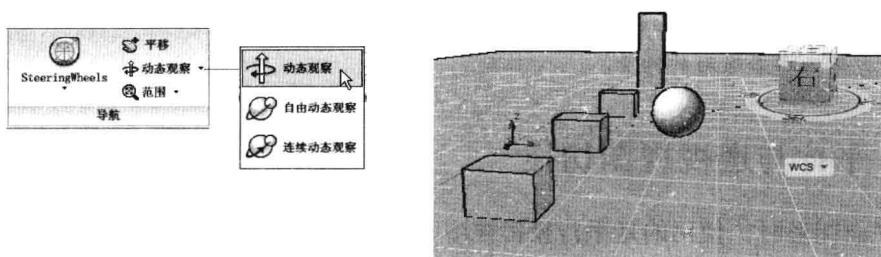

图 8-1-13
(1) 双击素材文件“8-1-4.dwg”，打开图形文件，在“视图”选项卡“导航”面板中单击“动态观察”按钮，调节模型的观察角度，如图 8-1-13 所示。按 Enter 键结束操作。